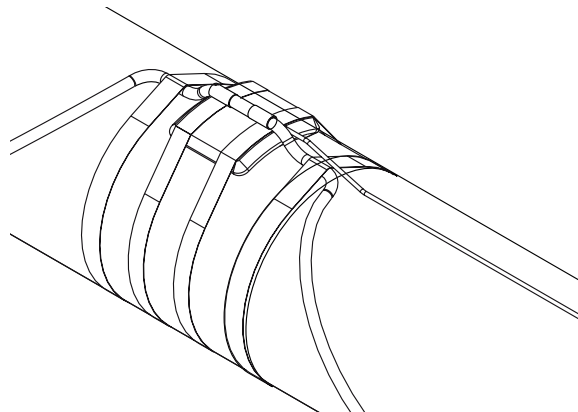

Abbildung 7: Künstliche heiße Stelle (HOT SPOT)
- Die korrekte Position ist auf der Oberseite der Rohrleitung (siehe Abbildung 7).